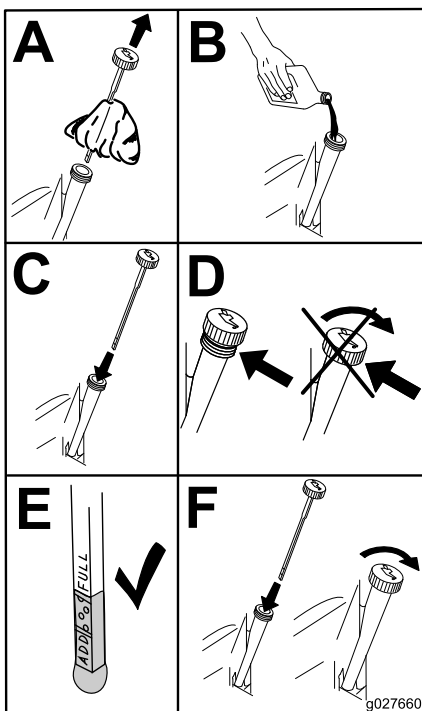

Figure 45
5. Versez lentement environ 80 % de l'huile spécifiée dans le tube de remplissage, puis faites l'appoint lentement pour faire monter le niveau jusqu'au repère maximum (**Full**) (Figure 45).